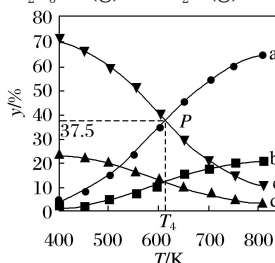

图 3
(2) 图 3 表示在总压为 5 MPa 的恒压条件下, 且 $m=3$ 时, 平衡状态时各物质的物质的量分数与温度的关系。则曲线 d 代表的物质为 _____ (填化学式), T_4 温度时, 该反应的平衡常数 $K_p = \frac{p_{\text{C}_2\text{H}_5\text{OH}} \cdot p_{\text{H}_2\text{O}}^3}{p_{\text{CO}_2}^2 \cdot p_{\text{H}_2}^6}$ (提示: 用平衡分压代替平衡浓度来计算, 某组分平衡分压 = 总压 $\times$ 该组分的物质的量分数, 结果保留小数点后三位)。